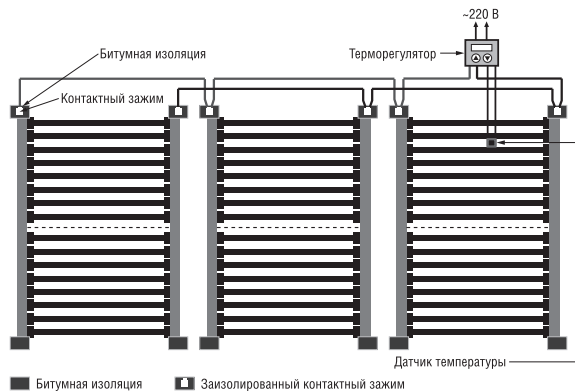

Рис. 10. Общая схема подключения термоплетки CALEO LINE
- 13.1 Подключение термопленки к сети производится согласно схеме подключения на рис. 10.